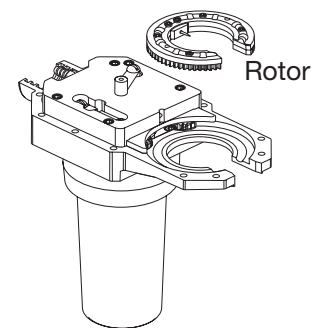

Abbildung 27 Entfernen des Rotors
8. Die Antriebsblock-Unterbaugruppe vorsichtig aus der Motorenhälfte des Schweißkopfgehäuses entfernen. Siehe Abbildung 27.